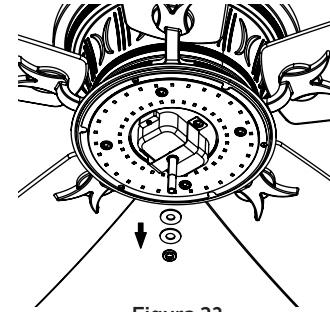

Figura 23
**Paso 2.** Quite y guarde la tuerca manual, la arandela de metal y la arandela de silicona de la varilla roscada en el kit de luces. (Figura 23)